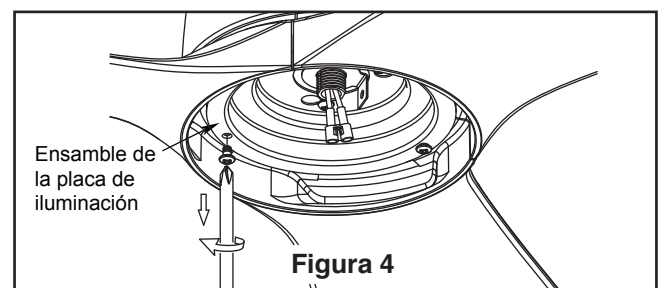

Figura 4
4. Levante cuidadosamente el ventilador y coloque el ensamblaje de la bola para colgar/varilla en la abrazadera para colgar que acaba de fijar a la caja de salida. Asegúrese de que la ranura de la bola esté alineada con la lengüeta de la abrazadera para colgar. (Figura 4)
5. Fije el cable de seguridad al cable de soporte para techo. Deslice la abrazadera de cables por el cable de seguridad (del ventilador). Pase el extremo del cable a través del aro que forma el cable de soporte para techo. Tire lo más posible del cable a través del aro. Inserte el extremo del cable en el orificio de la abrazadera y ajuste firmemente el tornillo. (Figura 4)
3. Realice las conexiones de cables al bloque del terminal como se muestra en la Figura 4.
4. Extraiga uno de los tres tornillos de ensamble de la placa de iluminación. Guárdelos para después y afloje levemente los otros dos tornillos. (Figura 4)
4. Para que el ventilador sea funcional, instale las pila (incluidas) de 3V en el transmisor del mando a distancia. Mientras el ventilador esté apagado. A continuación, siga el proceso de fijación remota de código. Si no se utiliza el ventilador durante un largo periodo de tiempo, extraiga la batería para evitar cualquier daño al transmisor. Almacene el mando a distancia en un lugar alejado del calor o la humedad excesiva. (Figura 4)
4. Seleccione su router Wifi e introduzca la contraseña Wifi para conectarse a su receptor Wifi fanSync. Tardará 1 - 2 minutos en conectarse. Una vez que su receptor Wifi se haya conectado, ahora puede nombrar su ventilador de techo en la App y personalizar sus ajustes. (Figura 4)